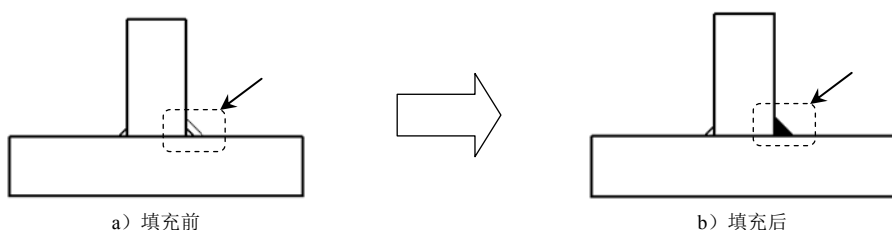

图 6.12.5 使用实体填充
- ☒ **使用实体填充** 复选框: 选中该复选框, 将焊接的端点处理以实体颜色显示; 不选中则以线框显示, 如图 6.12.5 所示。